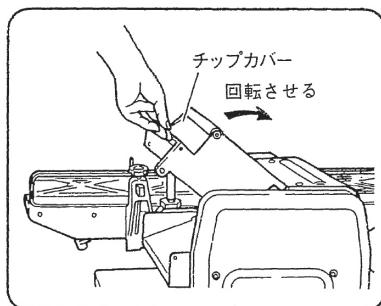

図 20
(1) チップカバーの上部のノブをはずし、矢印方向にチップカバーを回転させます。 (図 20)
(9) 作業が終わったらチップカバー（図 20 参照）を矢印の反対側にまわし、ノブで固定します。